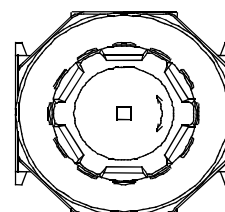

図 2
- 2) H方向(時計回り方向)に回すと圧力が上がり、L方向(反時計回り方向)に回すと圧力が下がります。(図 2 参照)